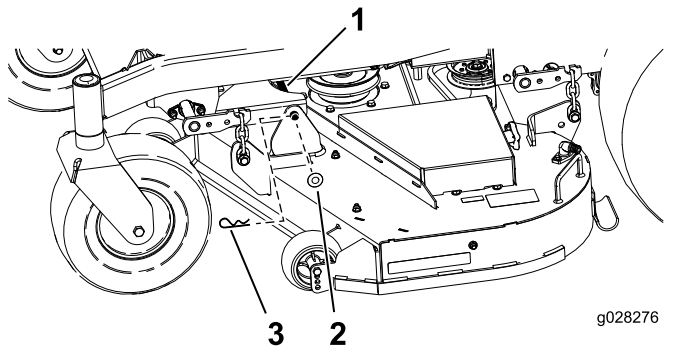

Figura 63
1. Retire la claveta y la arandela que sujetan el pasador de enganche al bastidor y a la carcasa; retire el pasador de enganche (Figura 63).
- Sujete el perno de enganche con las chavetas y las arandelas que retiró anteriormente (Figura 63).